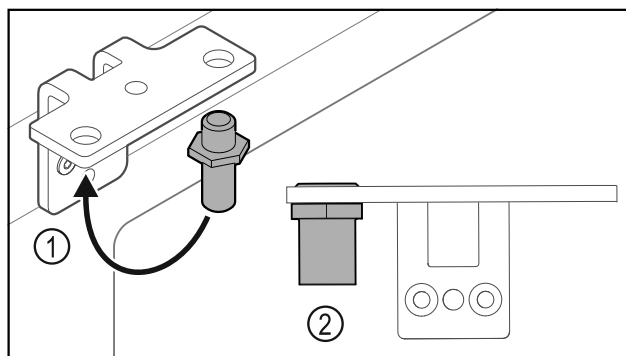

Fig. 33
- ▶ Sett om bolten Fig. 33 (1) i hengselvinkelen.
- ▶ Trekk til bolten Fig. 33 (2) med **et tiltrekingsmoment på 12 Nm**.